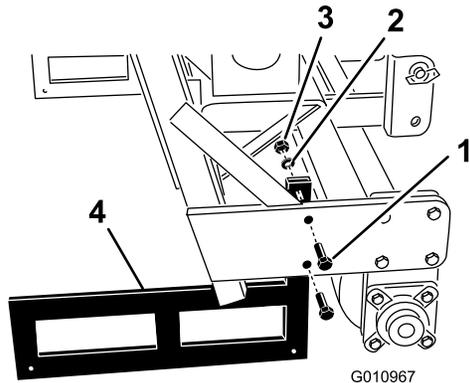

図 35
2. 保管用スタンドとエアレータとを接続しているボルトとロックワッシャとナットを取り外す 図 35。